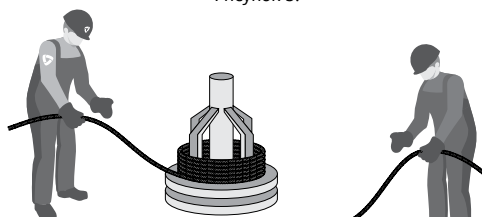
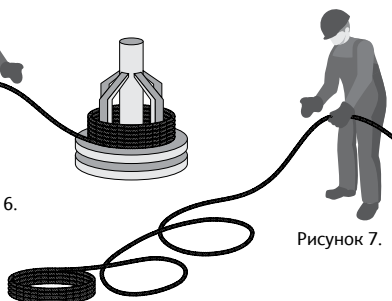

Рисунок 6.
Рисунок 7.
- В случае размотки каната с бухты заранее отрезанного мерного куска, ее необходимо установить на поворотный разматыватель и тянуть за наружный конец каната, вращая бухту (рис. 6). Запрещается разматывать канат с неподвижной бухты, т.к. это может привести к перекручиванию и образованию петель (рис. 7), что при эксплуатации провоцирует появление структурных дефектов на канате и значительно снижает срок его службы.